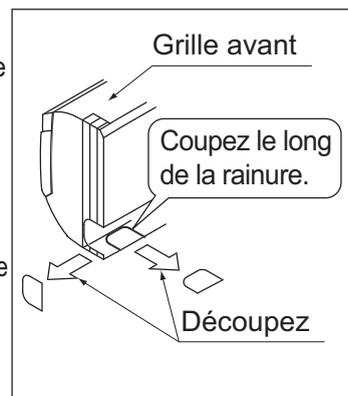

Fig. 5
**(3) Si vous faites passer la tuyauterie par la gauche, par la partie inférieure gauche, par la droite ou par la partie inférieure droite, pratiquez le trou de passage de la tuyauterie dans la grille avant à l'aide de par exemple un cutter. (Reportez-vous à la Fig. 5)**